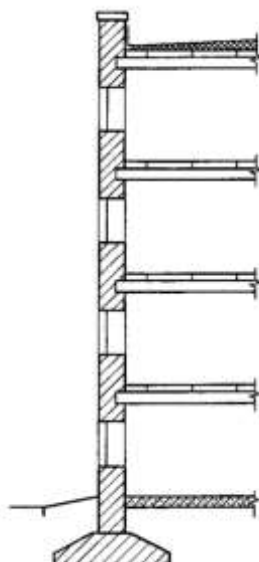

Рис. 4. Сопряжение наружной стены с плитами перекрытия и покрытия
**Задача 4.** Постройте расчетную схему кирпичного простенка наружной стены (рис. 4).